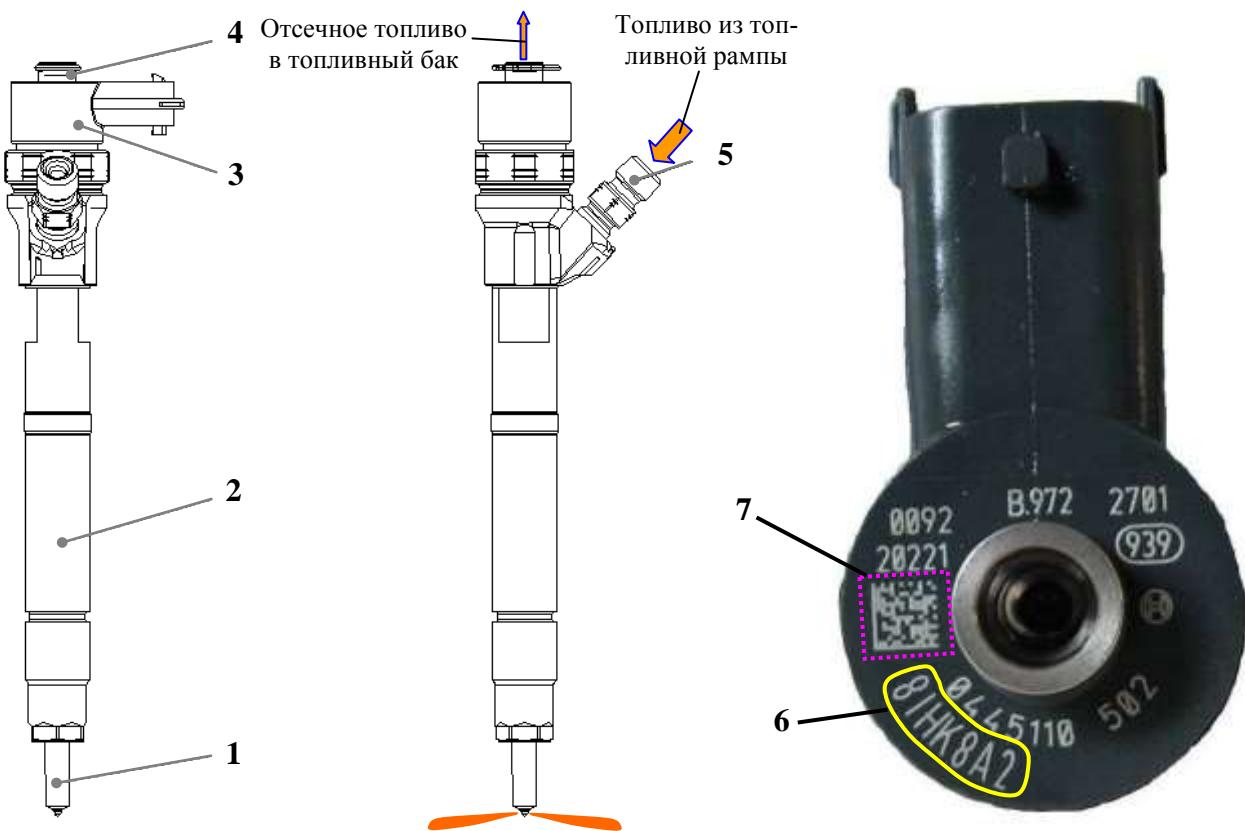

Рис. 59. Форсунка подачи топлива:
**Топливная форсунка** (рис. 59) электрогидравлическая, закрытая, с быстродействующим электромагнитным клапаном 3. Впрыск топлива происходит при подаче напряжения из блока управления двигателем на электромагнитный клапан 3.
Каждая форсунка имеет отклонения по производительности от расчетной величины. Изготовителем на каждой форсунке наносится 7-ми значный буквенно-цифровой ИМА-код (см. рис.59, поз.6) для компенсации количества впрыскиваемого топлива. На автосборочном предприятии (ОАО «УАЗ») ИМА-код каждой форсунки программируется в ЭБУ.